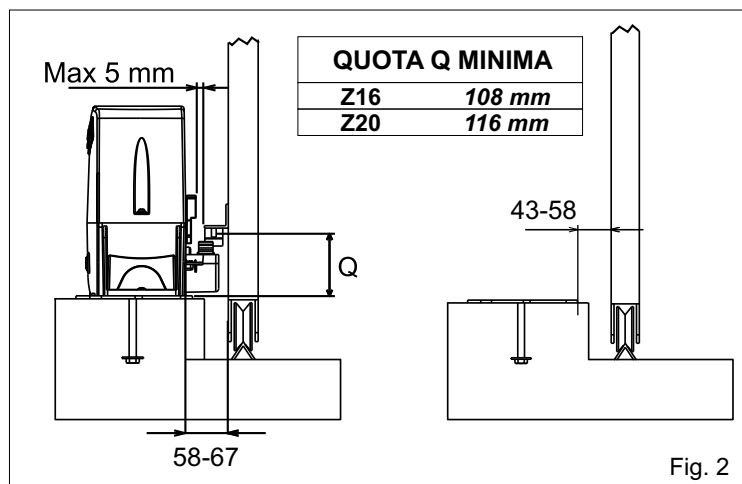

Fig. 2
2.3. Prima di cementare la piastra di ancoraggio assicurarsi che la stessa risulti perfettamente orizzontale e che sia rispettata la quota di 50-55 mm indicata in Fig. 2.
4.2. Fissare il motoriduttore alla piastra di fondazione mediante i 2 dadi in dotazione regolandone la posizione laterale (Fig. 5) per il rispetto delle quote citate in (Fig. 2).